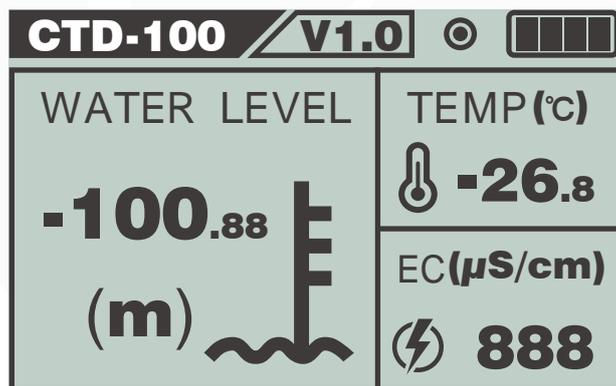

图6. 当前传感器CTD-100数据页面
■ 此界面显示目前我们加载了5种型号的传感器，在按键菜单上点击▲键或▼键可以切换传感器型号，图标有黑框表示当前选中，上图表示当前选中1.CTD-100，按ENTER键，进入此传感器界面显示图6。第一行左上角CTD-100,表示当前选中传感器的型号，V1.0 表示当前版本，呼吸圈图标动态呼吸表示程序运行良好，电池图标表示设备当前电量，第二行的三个界面WATER LEVEL表示CTD-100传感器目前测试的水位是-100.88米。TEMP表示目前传感器所处位置的温度为-26.8℃。EC表示目前传感器所处位置的电导率是888us/cm。